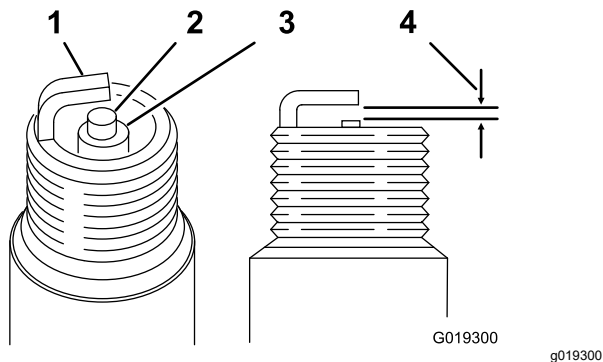

图 33
空隙 0.700.80mm 请参阅 图 33
4. 如 图 33 所示将空隙设定为 0.700.80mm。